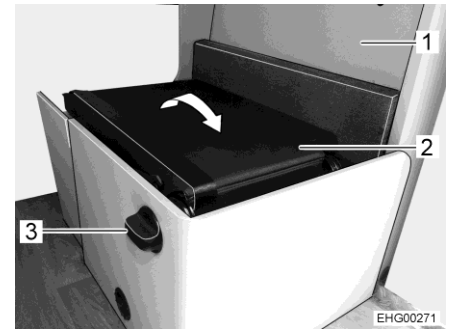
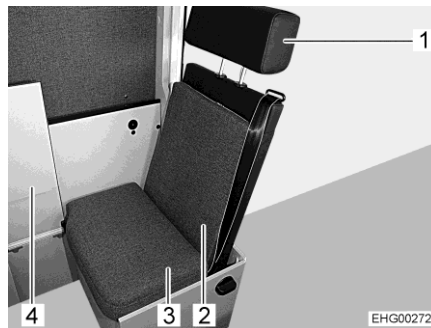

Fig. 11 Desplegar el asiento adicional
Fig. 12 Asiento adicional
- Abrir la tapa (Fig. 11,1) del banco longitudinal.
- Girar y mantener girado el asidero (Fig. 11,3) para desbloquear el respaldo.
- Desplegar el respaldo (Fig. 11,2).
- Plegar el elemento plegable (Fig. 12,4) del banco longitudinal hacia arriba.
- Enganchar el cojín del respaldo (Fig. 12,2) en la oreja de fijación en el varillaje del reposacabezas.
- Fijar el cojín del respaldo (Fig. 12,2) con la correa de sujeción (Fig. 11,2). En esto, prestar atención a que el cinturón de seguridad del asiento adicional no quede atrapado.
- Colocar el cojín del asiento pequeño (Fig. 12,3) en la superficie del asiento de tal modo que la oreja de fijación muestre hacia el respaldo (Fig. 11,2).